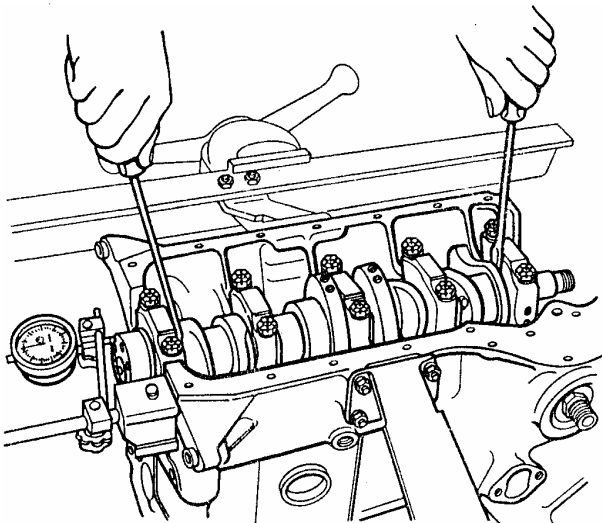

Fig. 2-39. Verificación de la holgura axial del cigüeñal
- instalar el comparador en una guarnición (soporte) magnético y meter los extremos de dos destornilladores como se indica en la fig.2-39;